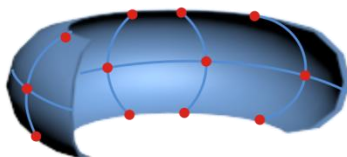

Рисунок 75. Тор
- **Тор.** Для измерения необходимо от **восьми** различных точек расположенных не в одной плоскости. Рекомендуется выбирать *минимум* четыре точки в продольном сечении, четыре в поперечном и две произвольно вне этих сечений. Восстановленный элемент – часть конуса включающая в себя измеренные точки (см. **Рисунок 75**).